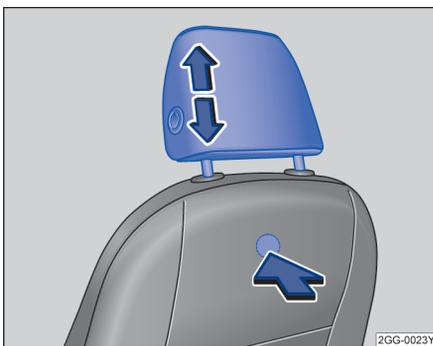

图 69 拆卸和安装前排头枕
- 按压座椅背部隐藏于座椅套内的按钮→图 69，将头枕完全拔出。